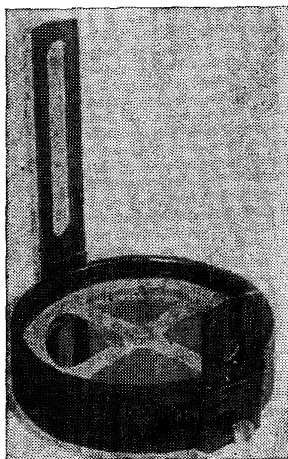

Рис. 2. Буссоль БШ-1
1.17. Буссоль Шмалькальдера БШ-1 (рис. 2) предназначена для определения азимутов направлений и применяется для ориентирования, в рекогносцировочных работах и при глазомерной съемке.